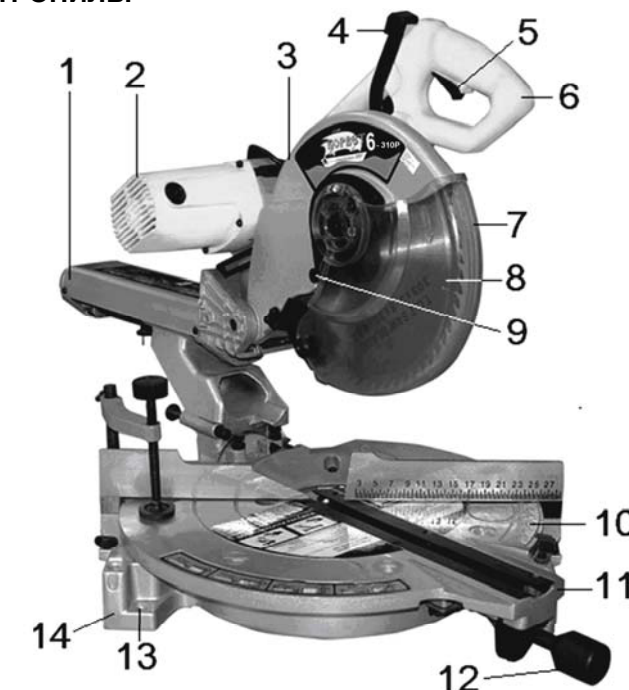
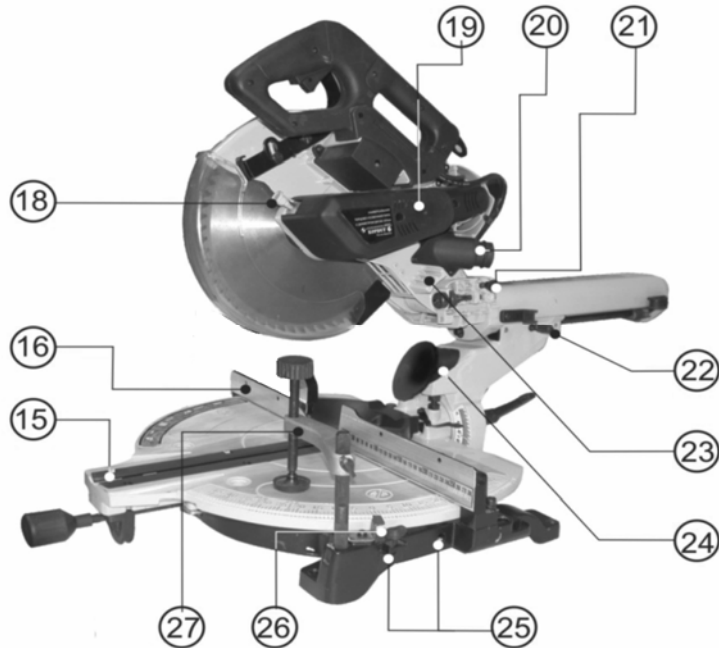
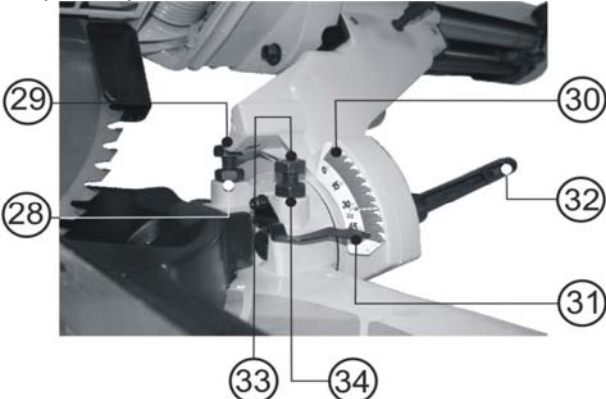
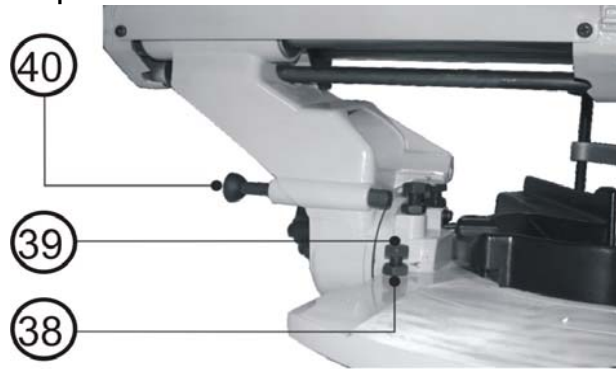

Рис. 2
Рис. 3
Рис. 4
Рис. 6
- Нажмите на рукоятку (6), Рис. 2, перемещения пилы вниз и отведите штифт блокировки пилы в нижнем положении (21), Рис. 3, в крайнее заднее положение.
ВНИМАНИЕ: Штифт блокировки пилы в нижнем положении (21), Рис. 3, применяется только для блокировки пилы при ее транспортировании, а не при пилении.
- 8.2.1. Сожмите металлические выступы зажимного хомута мешка и наденьте его на выходной патрубок (20), Рис. 3.
- 8.3.1. Установите горловину пылесборника в патрубок опоры (24), Рис. 3, ниже режущей головки.
- 8.4.2. Вставьте выдвижную опору в отверстия (25), Рис. 3, станины (14), Рис. 2.
- 8.4.3. Затяните винт фиксации выдвижной опоры (26), Рис. 3.
- 9.1. Необходимо надежно закрепить пилу болтами на верстаке. С этой целью основание пилы имеет четыре отверстия (13), Рис. 2. Это обеспечит устойчивость пилы и безопасность её эксплуатации, предотвратит возможность травматизма.
ВНИМАНИЕ: Перед включением пилы в розетку удостоверьтесь, что выключатель пуска (5), Рис. 2, правильно действует и возвращается в позицию «Выкл.» при его отпускании.
10.3. Рычаг блокировки защитного кожуха, (Рис. 2) .
11.1. Установка ограничительного упора наклона на 90° и на 45° , (Рис. 4)
11.1.1. Для установки ограничительного упора наклона на 90° переместите каретку режущей головки (1), Рис. 2, в крайнее заднее положение и затяните ручку фиксации перемещения каретки (22), Рис. 3. Установите на рабочий стол угольник. Ослабьте фиксирующую гайку (34) и заверните болт (33), Рис. 4, на два оборота по часовой стрелке. Ослабьте ручку фиксации угла наклона (32), Рис. 4., и переместите режущую головку вправо до упора диска в угольник. Установите режущую головку под углом 90° к столу, добившись прилегания всей плоскости диска к угольнику. Затяните ручку фиксации угла наклона (32), Рис. 4. Выверните болт (33), Рис. 4, против часовой стрелки до его соприкосновения с ограничительным упором наклона. Затяните фиксирующую гайку (34), Рис. 4.
Ослабьте ручку фиксации угла наклона (32), Рис. 4. и переместите режущую головку до ограничительного упора наклона влево, а затем до ограничительного упора наклона вправо. Затяните ручку фиксации угла наклона (32), Рис. 4. Еще раз проверьте правильность регулировки угольником (при необходимости повторите регулировку). Установите указатель угла наклона (31), Рис. 4, на "0°" шкалы наклона (30), Рис. 4, винтом фиксации указателя. 11.1.2. Установку ограничительного упора наклона на 45° проводите после его установки на 90°. Для установки ограничительного упора наклона на 45° переместите каретку режущей головки (1), Рис. 2, в крайнее заднее положение и затяните ручку фиксации перемещения каретки (22), Рис. 3. Ослабьте ручку фиксации угла наклона (32), Рис. 4, и переместите режущую головку влево до соприкосновения ограничительного упора наклона с болтом (29), Рис. 4. Ослабьте контргайку (28) и болтом (29) подрегулируйте угол 45°. Регулируйте до совмещения указателя угла наклона (31) и отметки 45° на шкале наклона (30), Рис. 4. Затяните контргайку (28), Рис. 4.
12.1.1. Для жесткого удержания заготовки всегда пользуйтесь вертикальной струбциной (27), Рис. 3. Для вертикальной струбцины имеются шесть отверстий в станине. Вертикальная струбцина (27), Рис. 3, устанавливается в отверстия станины (14), Рис. 2. Вставьте стержень вертикальной струбцины в отверстие станины на задней стороне фронтального упора. Установите вертикальную струбцину в соответствии с размером и формой заготовки и зафиксируйте ее с помощью зажимного винта.
13.2.1. С помощью этой пилы можно пилить с левым наклоном под углом от -3° до 50° (по показаниям шкалы). Снимите горловину пылеотсоса. Отпустите ручку фиксации угла наклона (32), Рис. 4, и установите заданный угол наклона. Для его сохранения снова затяните ручку фиксации угла наклона. Зажмите заготовку вертикальной струбциной (27), Рис. 3. Зафиксируйте каретку режущей головки (1), Рис. 2, в крайнем заднем положении ручкой фиксации перемещения каретки (22), Рис. 3. Включите пилу, после чего нажмите рычаг блокировки защитного кожуха диска, чтобы опустить режущую головку вниз.
Примечание: Для пиления плintуса пила снабжена специальным устройством наклонного пиления под углом 33,9°. Если необходим этот угол, отпустите ручку фиксации угла наклона (32), Рис. 4, и установите блокировочную шпильку (40), Рис. 6, на регулировочный болт (39), Рис. 6, с контргайкой (38), Рис. 6. Затяните ручку фиксации угла наклона (32), Рис. 4.